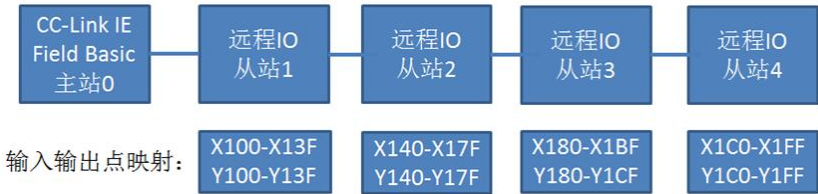

图 5-3-10 从站 IO 点映射
5、CC-Link IE Field Basic 输出点映射方式：每个从站占用 64 个点即 64DI、64DO。此处设置的输入输出点对应起始点为 X100,Y100，从站 IO 点的映射如图 5-3-10 所示。